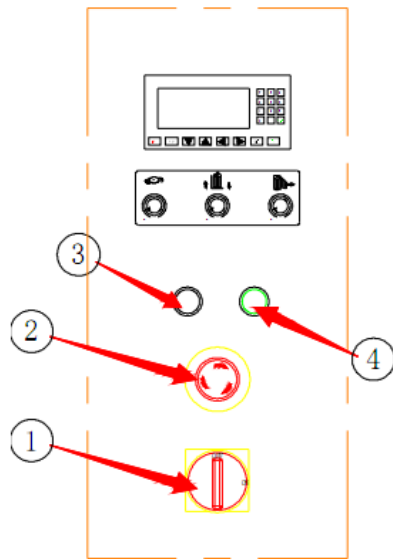

Рис. 2-21
- Включите главный выключатель питания (Рис. 2-21 Поз. 1);
- Отключите выключения машины в экстренном случае, повернув кнопку по часовой стрелке (Рис. 2-21 Поз. 2);
- Нажмите кнопку, чтобы питание начало поступать на машину (рис. 2-21 Поз. 4) и подождите несколько секунд, пока не загорится индикатор питания (Рис. 2-21 поз.3)